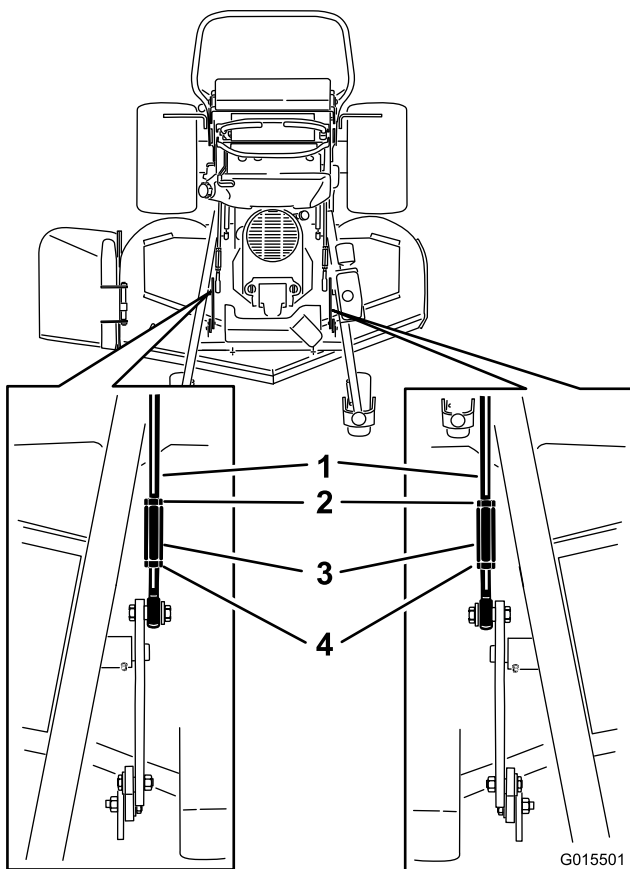

Figure 95
4. Pour les tabliers de coupe de 152 cm (60 po), desserrez les deux écrous avant et arrière et les biellettes de relevage sur les tiges de réglage (Figure 95).
5. Pour les tabliers de coupe de 152 cm (60 po), serrez les biellettes de relevage (Figure 95).